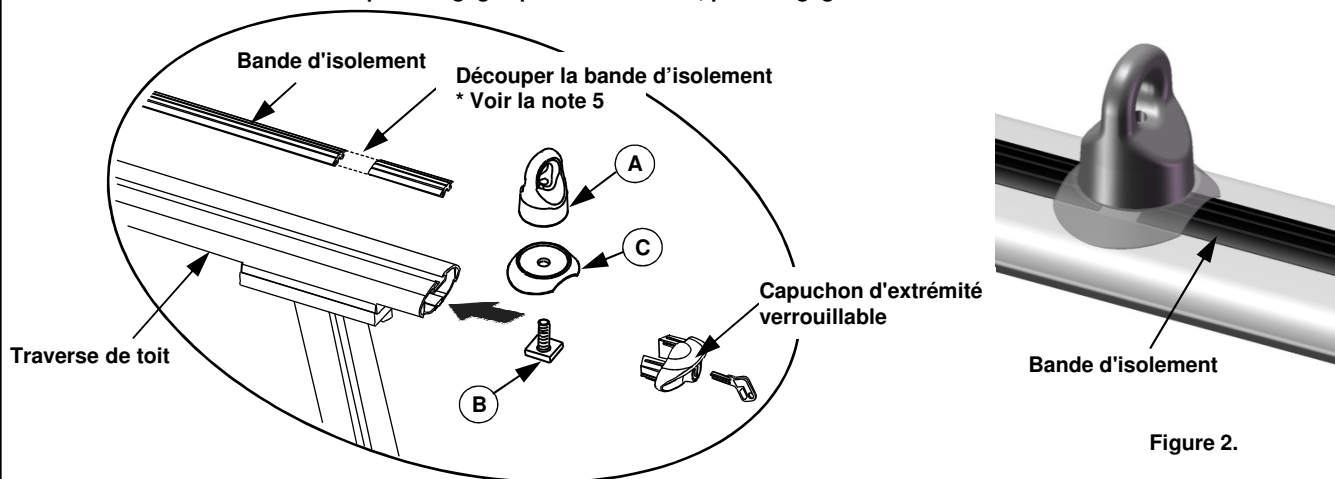

Figure 2.
5. *Remarque : La bande d'isolement se place sous la plaque de base en plastique, comme illustré à la figure 2.
7. Serrer fermement les quatre (4) anneaux d'arrimage.